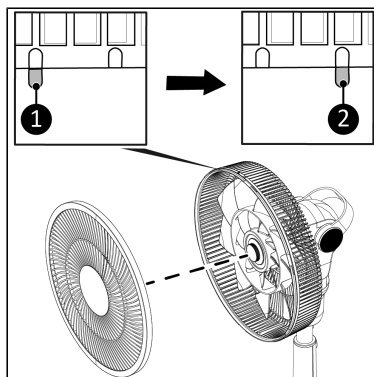

Figure 57.
11. Placez la grille avant sur le ventilateur. Alignez le repère de la grille avant sur le repère gauche de la grille arrière (Figure 57, pos. 1).
12. Tournez la grille avant dans le sens des aiguilles d'une montre jusqu'à ce que le repère de la grille avant s'aligne sur le repère droit de la grille arrière (Figure 57, pos. 2).